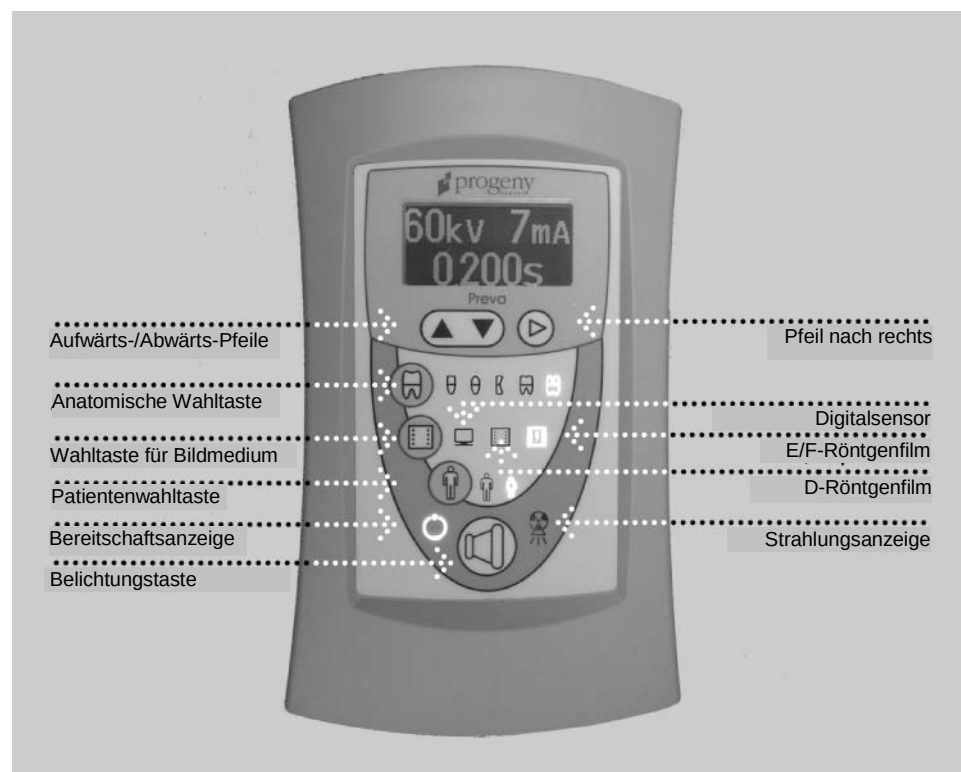

Abbildung 2
Die Bedientafel (Abbildung 2) zeigt die Aufnahmeeinstellungen (kV, mA und Sekunden) für den aktuell gewählten Zahn, die Art des Bildmediums und die Körpergröße des Patienten an. Mit Hilfe der Tasten „Zahnauswahl“, „Bildmedientyp“ und „Patientengröße“ weitere Aufnahmeeinstellungen vornehmen.
1. Den oben rechts an der Steuerung angeordneten Netzschalter in die Stellung „Ein“ schalten. Die Bereitschaftsanzeige auf der Vorderseite der Bedientafel (Abbildung 2) leuchtet.